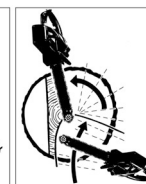

Fig. 10D
2. Quando o diâmetro da madeira a ser cortada é superior ao comprimento da barra, faça 2 cortes como é demonstrado (Fig. 10D).